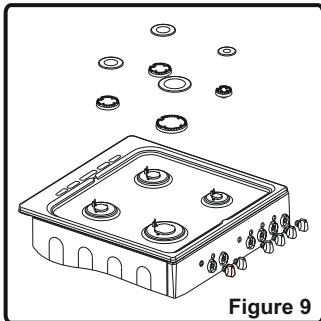

Figure 9
- Retirez le couvercle du brûleur et l'adaptateur (Figure 9).